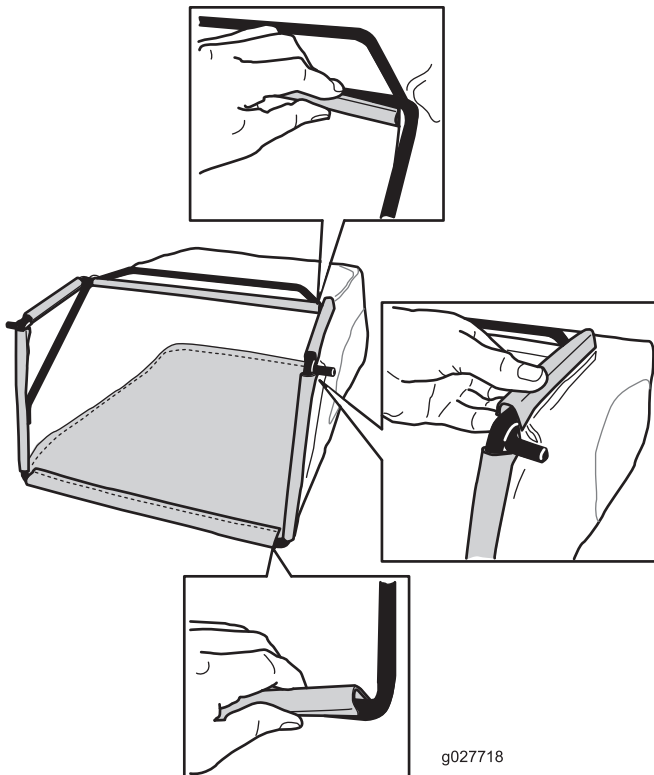

Figuur 8
- Schuif de grasvanger over het frame; zie Figuur 8.
Opmerking: Schuif de grasvanger niet over de handgreep (Figuur 8).